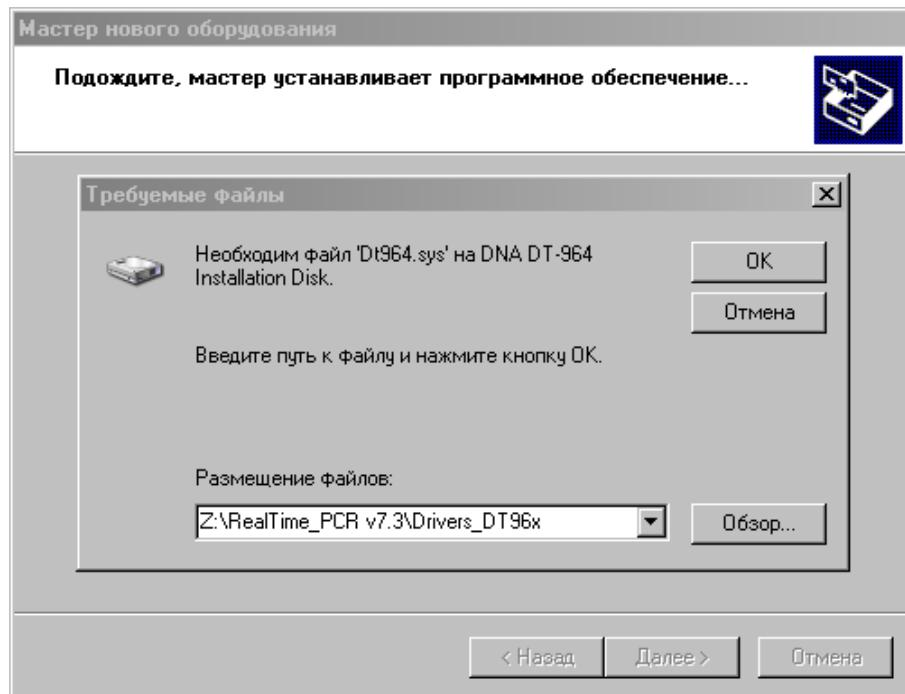

Рис.12. Поиск файла Dt964R.sys на компакт-диске
- В следующем окне мастера (Рис.12) укажите путь к файлу Dt964.sys на компакт-диске для чего нажмите кнопку **Обзор**.
- Убедившись, что путь к файлу в окне (Рис.12) указан правильно, нажмите кнопку **OK**.